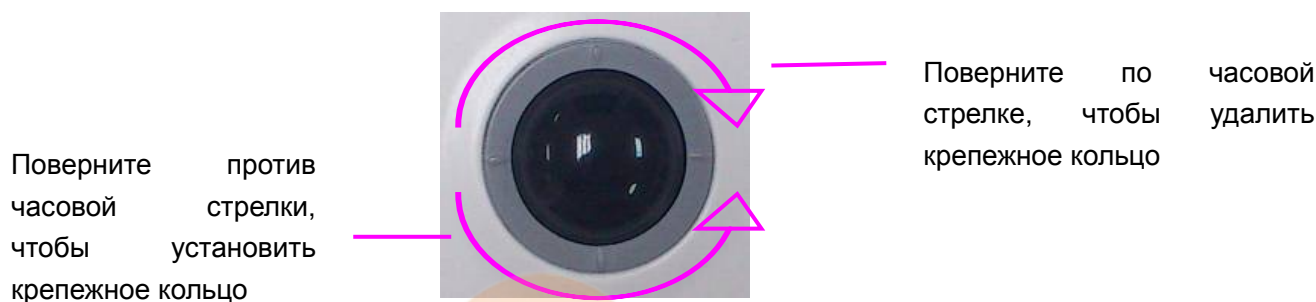

Рис. 15-1 Сборка и разборка трекбола
2. Снимите трекбол, как показано на Рис. 15-1.